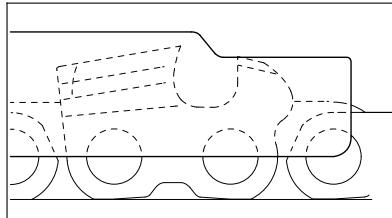

Рис. 70
- Наложите на пильную цепь опиловочный шаблон – наивысшая точка ограничителя глубины должна находиться на одном уровне с опиловочным шаблоном (рис. 70)